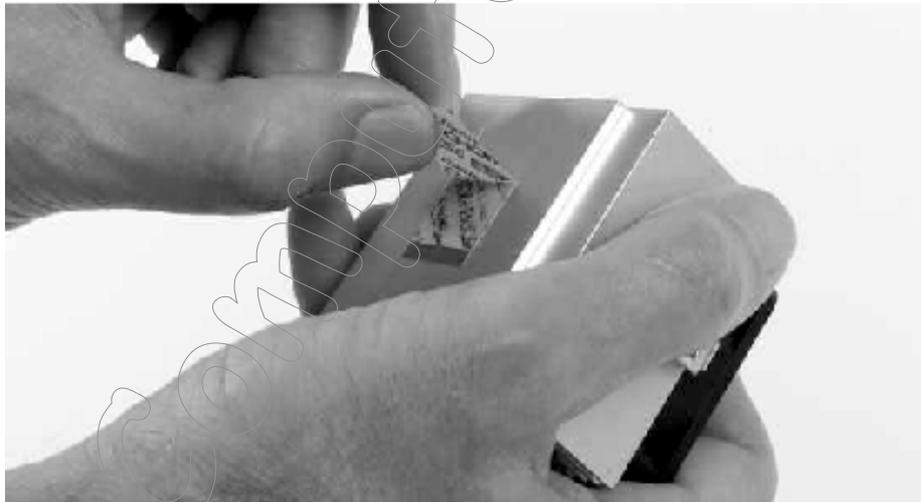

Abbildung 9: Folie mit rascher Bewegung von der Wärmeleitpaste abziehen
9. In Abbildung 9 sehen Sie, wie der Kunststoffolie richtig von der Phasenumwandlungs-Wärmeleitpaste abgezogen wird.
In Abbildung 9 sehen Sie, daß die Folie entfernt wird, indem Sie sie rasch im rechten Winkel zum Boden des Kühlkörpers abziehen. Eine schnelle abhebende Bewegung ist der beste Weg, die Folie zu entfernen. Achten Sie auf folgendes: